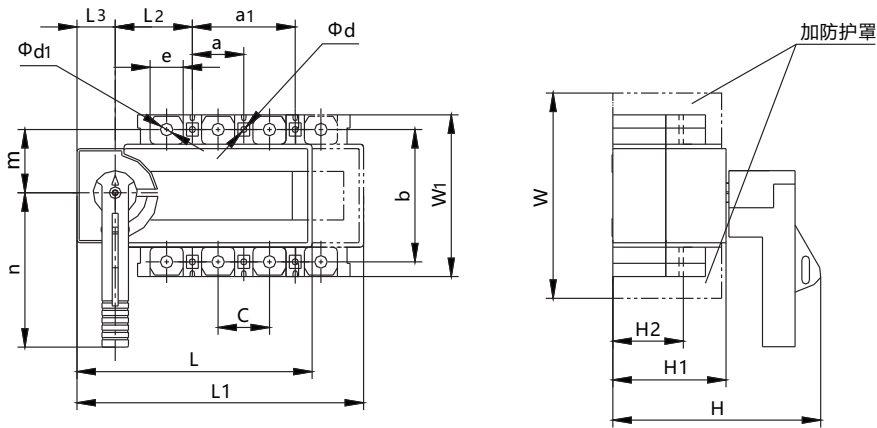
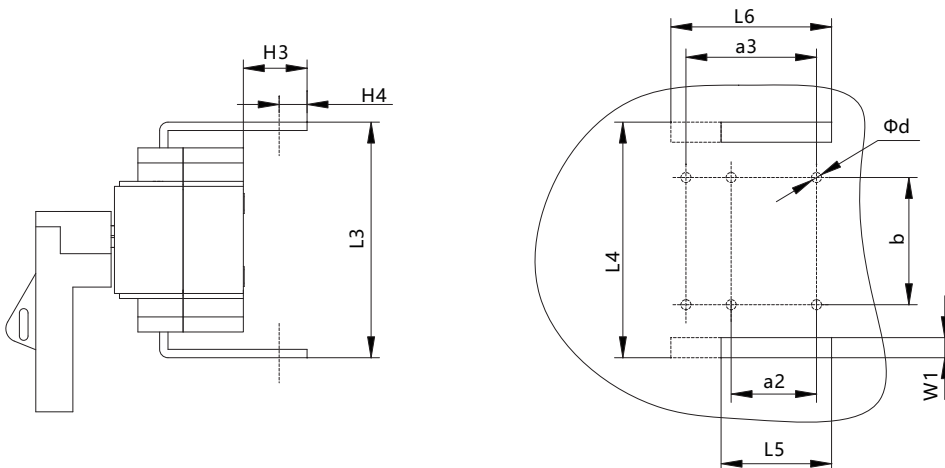

图1
图2
3、SG5-63A~630A / SGR5-63A~630A柜外操作面板开孔尺寸 (见图3、表5, 其它尺寸见图1、图2、图4、表4或图4、图5、表6、表7)